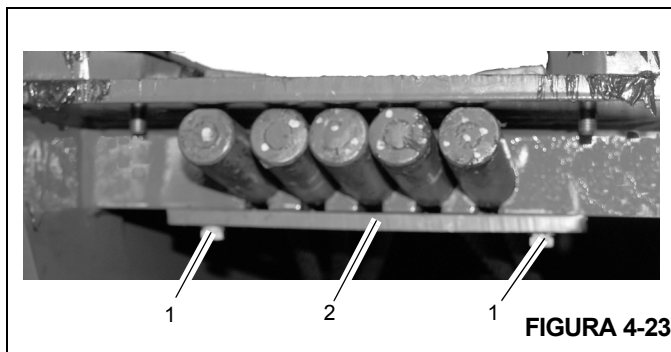

FIGURA 4-23
8. Posicione a extremidade da polia do cilindro telescópico (com o bloco de entradas para cima) na parte traseira da seção volante. Coloque as pontas fixas dos cinco cabos nas fendas na parte superior da seção volante e fixe-as com a placa de retenção (2), os parafusos e as arruelas (1) (Figura 4-23).